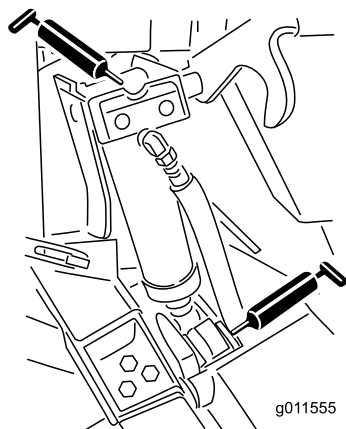

Figura 46
- Casquillos de los cilindros de elevación (4) (Figura 46).